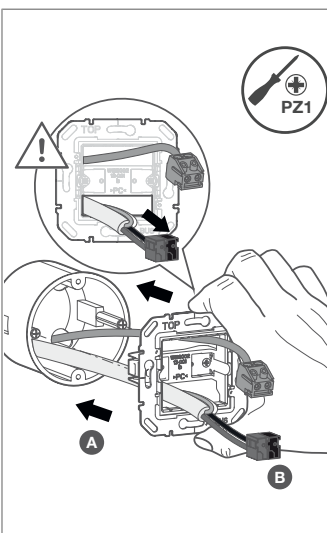
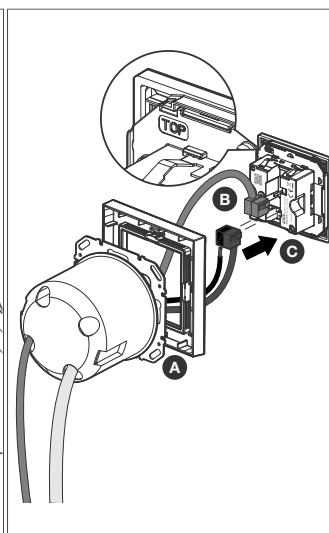

Fig. 9: Valfritt: Dra igång kabeln till den externa temperatursensorn
Fig. 10: Valfritt: Dra igång kabeln till den externa temperatursensorn
- Dra den externa temperatursensorns anslutningskabel med anslutningsklämman genom ramen och anslut den till enhetens baksida. Dra anslutningskablar för den externa temperatursensorn ovanför mittspärren (Fig. 9/Fig. 10).